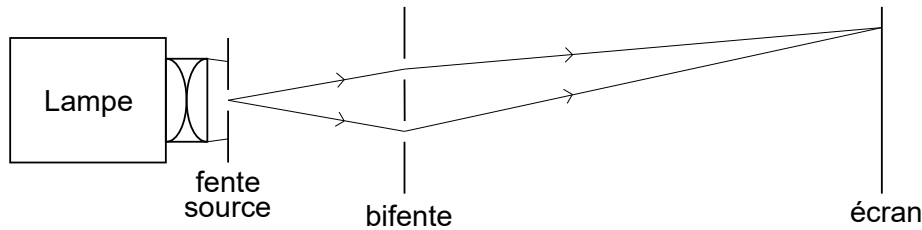

FIGURE 1 – Franges d'Young
- Comme le montre la figure 1, on propose l'expérience sous sa forme classique, sans utiliser de lentille après la fente source. Il ne s'agit pas d'une expérience de diffraction de Fraunhofer.